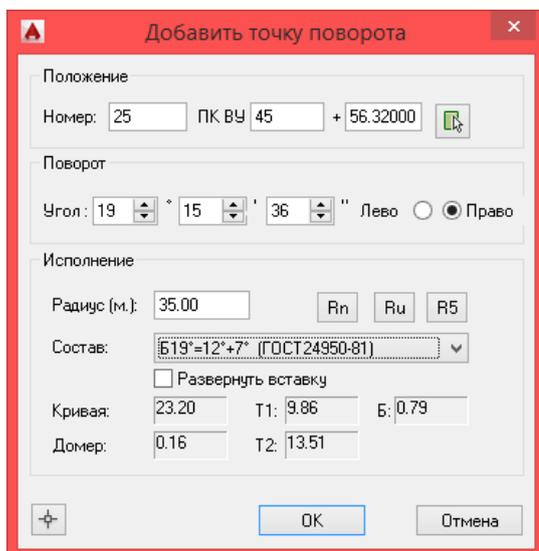

Рис. 32 Мастер оцифровки - ввод данных горизонтального поворота трассы
- 2) В диалоговом окне *Редактирование точки поворота* ввести номер горизонтального поворота, пикетаж (можно определить по чертежу, нажав кнопку ) , градусную меру, направление поворота и его исполнение (см. рис. 32).